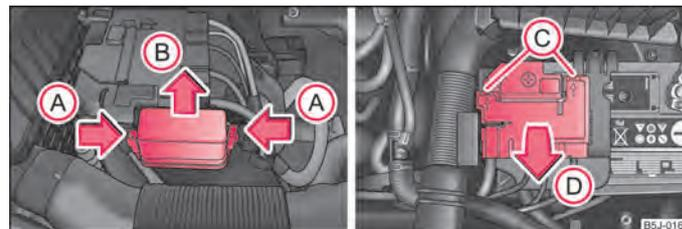

Fig. 148 Batería: tapa de seguridad
- Presionar al mismo tiempo los enclavamientos de la caja de fusibles en la dirección de la flecha (A) ⇒ fig. 148, retire la cubierta sentido de la flecha (B).
- Desbloquear con un destornillador plano las sujeciones en los orificios (C) y doblar la cubierta hacia arriba en la dirección de la flecha (D).